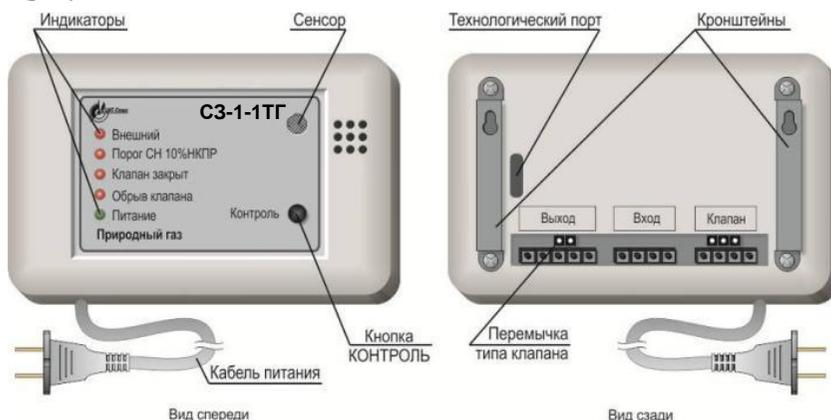

Рисунок 1 – Внешний вид сигнализатора.
**1.4.1** Сигнализатор выполнен в прямоугольном корпусе из ударопрочного пластика (рисунок 1).